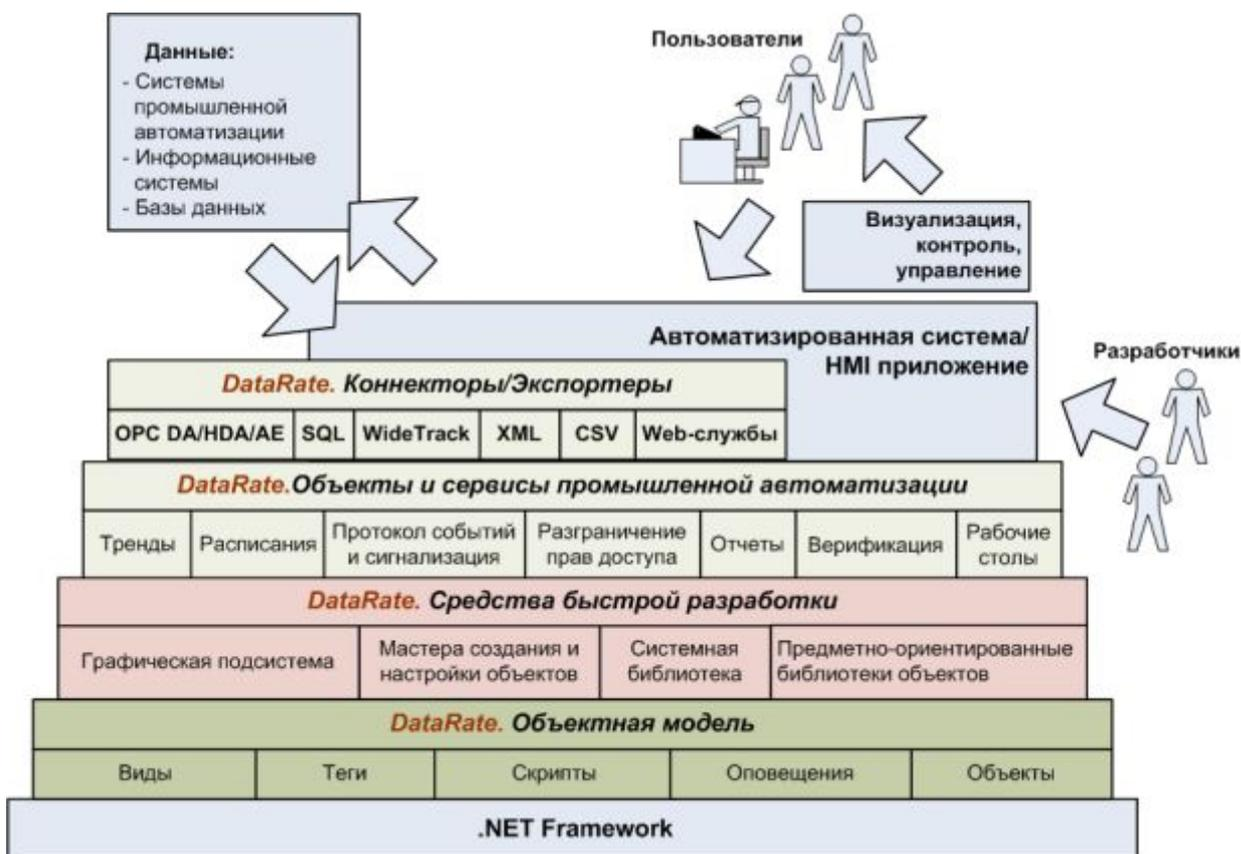

Рисунок 1.1 – Архитектура *DataRate*
*DataRate* предоставляет разработчику визуальные и программные средства для создания и интерактивного взаимодействия с автоматизированной системой и ее окружением. Разработка осуществляется на основе готовых и библиотечных объектов, а также объектов созданных разработчиком (рисунок 1.1).